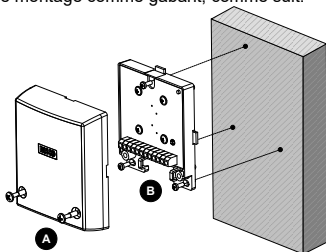

Figure 1: Montage du détecteur directement sur une surface métallique
- Retirer les vis de fixation du couvercle et séparer le couvercle de la base, voir Figure 1(A) / 2(B).
Montage direct sur une surface métallique (Figure. 1)
- Monter le détecteur à l'aide des vis de fixation fournies, voir Figure 1(B).
- Remplacez le couvercle et serrez les vis de fixation du couvercle; voir Figure 1(A)/2(B).